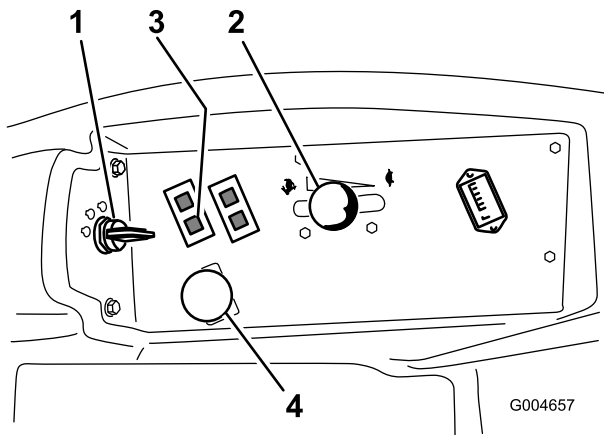

Figura 44
4. Mueva el interruptor de la toma de fuerza (TDF) a la posición de Desengranado (Figura 44).
5. Ponga la palanca del acelerador en un punto intermedio entre las posiciones Lento y Rápido (Figura 44).